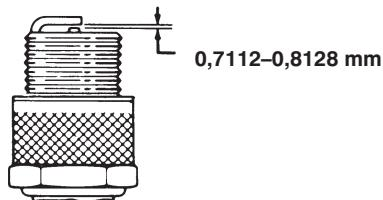

Bild 33
3. Stellen Sie den Abstand auf 0,7112 bis 0,8128 mm ein (Bild 33). Setzen Sie Zündkerzen ein, die den richtigen Abstand aufweisen, und ziehen Sie sie auf 23 Nm an.